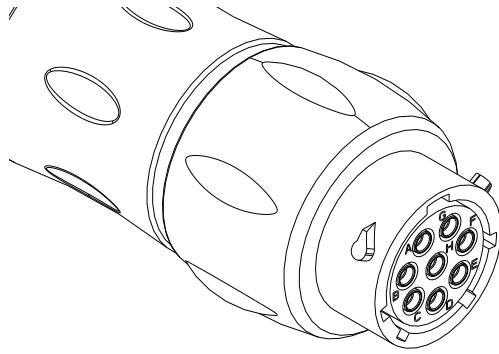
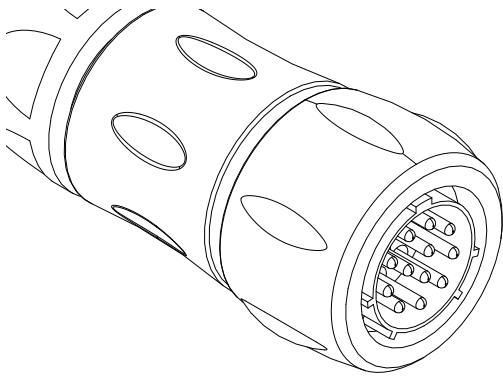

FIG. 2: Conexión con la pistola
FIG. 1: Conexión con el fundidor
El conector redondo grande corresponde al extremo del fundidor y tiene un cable de 0,6 m (2 pies) (consulte la Fig. 1). El conector redondo pequeño corresponde al extremo de la pistola y tiene un cable de 0,6 m (2 pies) (consulte la Fig. 2).
- a. Utilice un ohmímetro para comprobar la resistencia eléctrica en las clavijas del elemento calentador entre las clavijas C y D del conector del extremo del fundidor que se sujeta al control de la manguera calentada. Consulte FIG. 1. En la tabla siguiente de mangueras acopladas, se presentan las resistencias del elemento calentador para las distintas longitudes de conjuntos de mangueras acopladas.